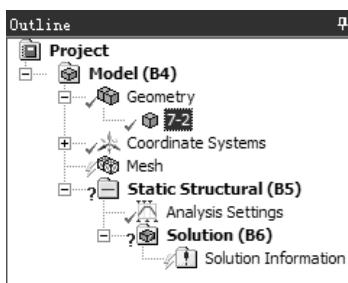

图 2.2.11 选择几何体
- (1) 在图 2.2.11 所示的窗口中选中 **7-2** 几何体对象。